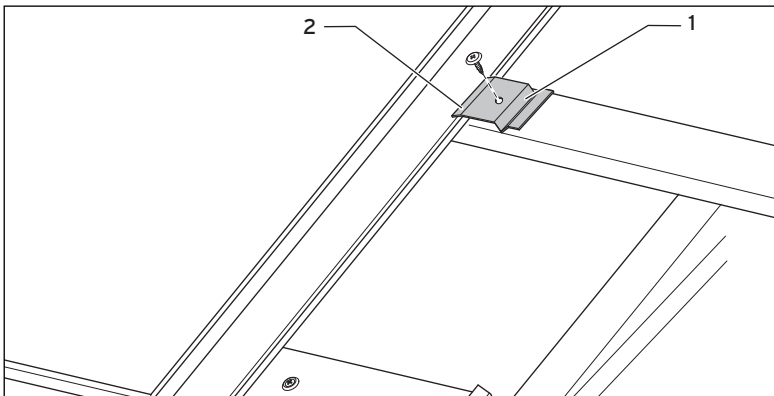

Abb. 5.12 Kollektor anschrauben
- Sichern Sie die Rohrverbinder mit den Klammern (3).
- Befestigen Sie den Kollektor seitlich mit jeweils 2 mitgelieferten Haltern und den Schrauben Nr. 2 an den Dachlatten (vgl. Abb. 5.12).